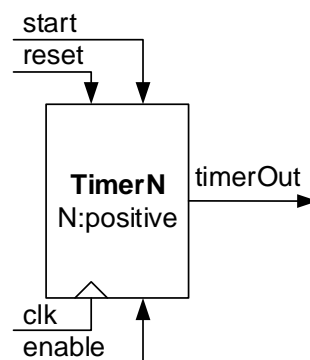

Figura 6 – Interface do módulo “TimerN”.
2. Construa em VHDL um temporizador em que a saída é ativada após o disparo do temporizador e desativada após ter decorrido o intervalo de tempo $N \times T$, com N programável estaticamente e sendo T o período do sinal de relógio aplicado ao temporizador. A interface do temporizador é apresentada na Figura 6. O registo de contagem deve ser de 32 bits (baseado no tipo de dados `integer` em VHDL).